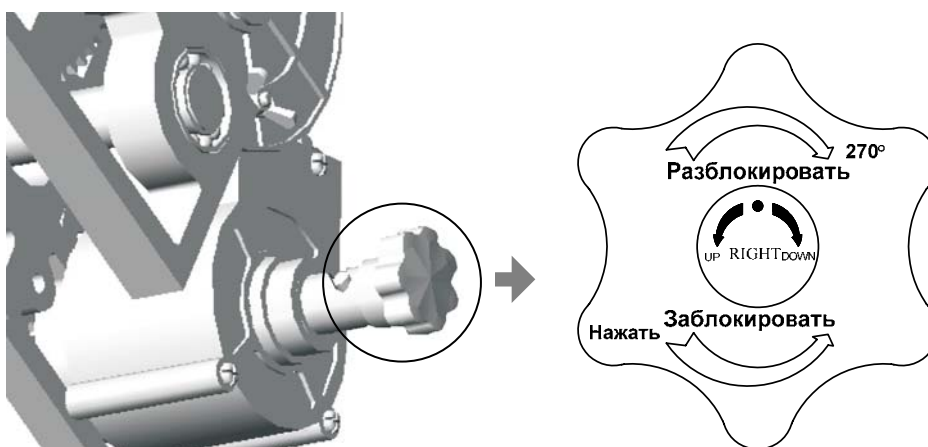

Рис. 4. Ручная разблокировка шлагбаума
Для разблокировки шлагбаума используется рукоятка (рис. 4). Для выполнения разблокировки необходимо повернуть рукоятку по часовой стрелке до упора (~270°), после чего возможно открытие (UP) и закрытие (DOWN) стрелы руками или с помощью рукоятки. Чтобы вернуть привод в заблокированное состояние необходимо нажать и повернуть рукоятку против часовой стрелки до упора, после чего открытие и закрытие осуществляется шлагбаумом.